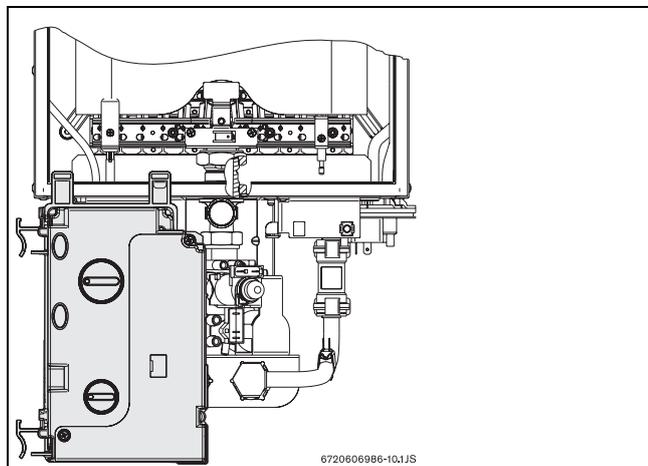

Fig. 4 Posizione d'aggancio del quadro comandi (accesso alle regolazioni gas)
- ▶ Dopo l'estrazione del quadro comandi, agganciarlo come da Fig. 4.